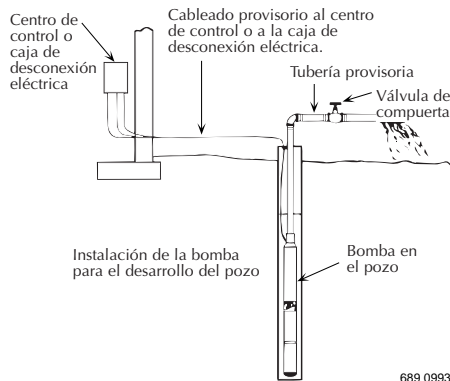

FIGURA 11 – Conexiones provisionarias mientras se limpia el pozo para el arranque
- Conecte un codo de tubería, un tubo corto y una válvula de compuerta en la descarga de la bomba a la altura del cabezal del pozo (ver Figura 11).
5. Coloque la válvula de compuerta en la posición de descarga 1/3 abierta; arranque la bomba (ver Figura 11).